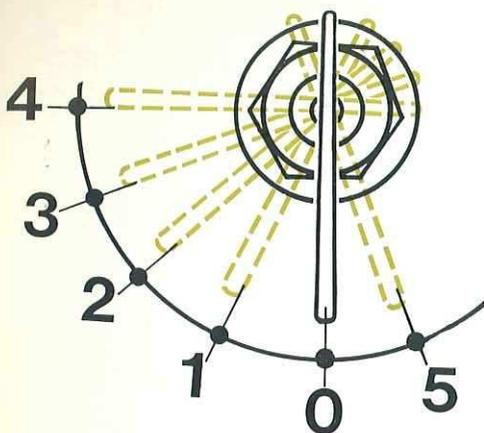

FIG. 5
Le commutateur de démarrage n'est en circuit que si le contacteur général (Fig. 5) est enclenché.
L'ampoule située dans le hublot (2) éclaire le tableau de bord et permet de s'assurer que les projecteurs sont allumés lorsque le contacteur général est en position 2-3-4 ou 5 (voir Fig. 5).
Placé en haut et à droite du tableau de bord, le voyant rouge, marqué « PRESS », s'allume dès que la clé du contacteur général est amenée dans la position « 1 » (voir Fig. 5).
Placé en haut et à gauche du tableau de bord, cet indicateur lumineux permet de contrôler le comportement de l'alternateur, du régulateur de tension et du télérupteur. Le voyant s'allume à l'arrêt dès que la clé du contacteur général (voir Fig. 5) est au premier cran. Moteur en marche, il s'éteint immédiatement et ne doit s'éclairer pour aucun régime du moteur.